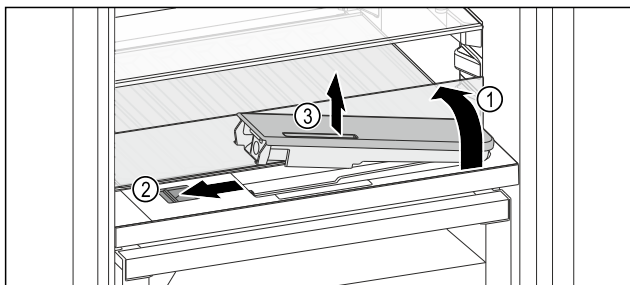

Fig. 172
- ▶ Podignite staklenu ploču i otklopite je do graničnika prema natrag Fig. 172 (1).
- ▶ Pomaknite Fig. 172 (2) klizač ulijevo.
- ▶ Izvadite spremnik za vodu Fig. 172 (3).